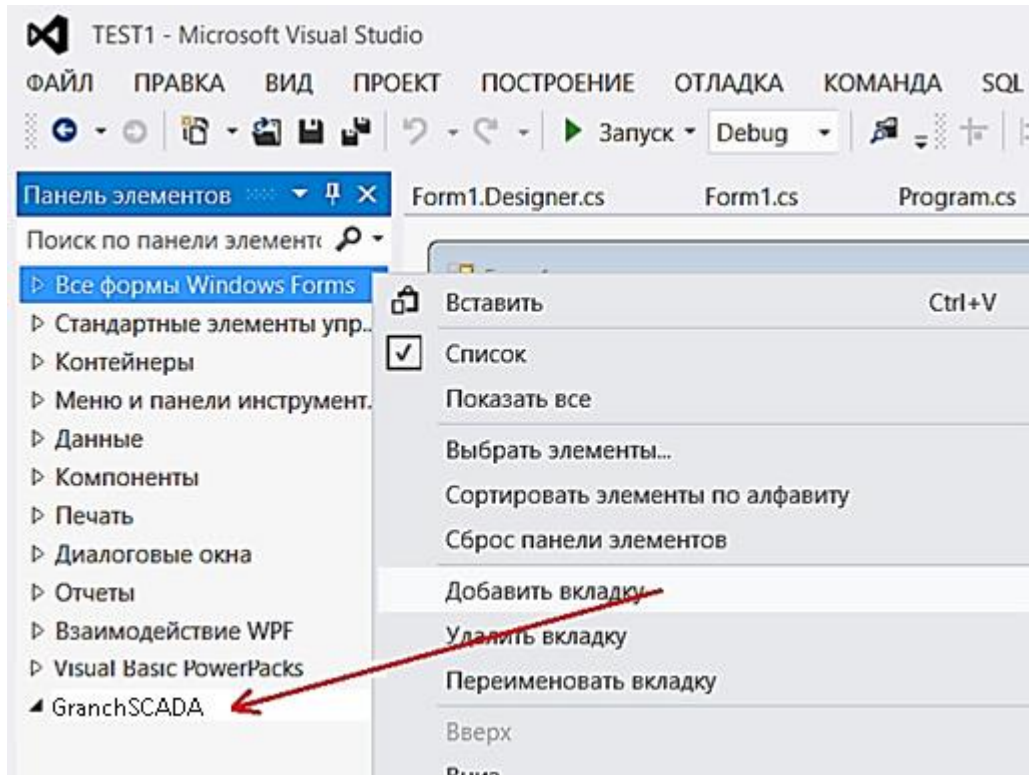

Рисунок 4 – Создание вкладки GranchSCADA
4.1.1 В MS Visual Studio в меню «Вид» выбрать пункт «Панель элементов», кликнуть правой кнопкой мыши по открывшейся панели и в появившемся контекстном меню выбрать пункт «Добавить вкладку», указать название вкладки «GranchSCADA» (рисунок 4).